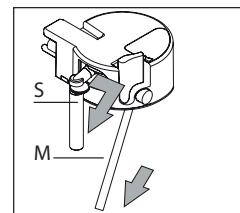

Abb. 45
- Nehmen Sie Milchspender und Ansaugschlauch ab. (Abb. 45).